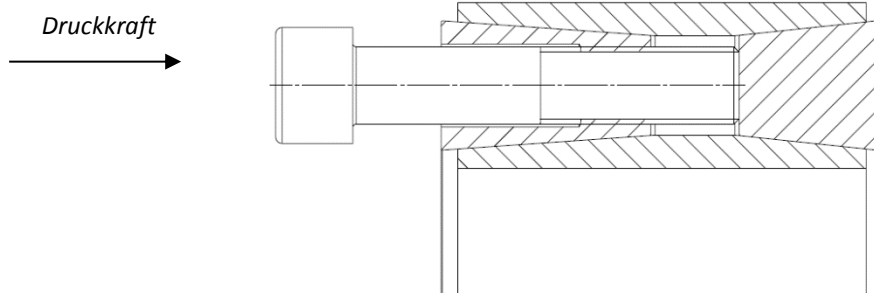

Bild 4) Lösen der Druckringe
- Spannschrauben in die Abdrückgewinde des vorderen Druckringes (Bauteil 1) einschrauben (siehe Bild 4).